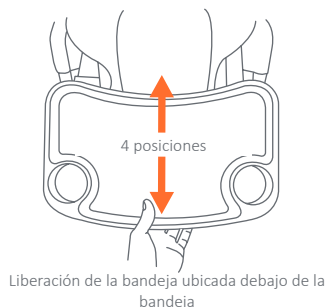

Fig. 8b
• Bandeja tiene **4 posiciones** de ajuste. Para ajustar la posición, presione la manija de liberación de la bandeja ubicada debajo de la bandeja y coloque la bandeja en la posición deseada (Fig. 8b). Suelte la manija de la bandeja. Verifique que la bandeja esté trabada de manera segura en la nueva posición.